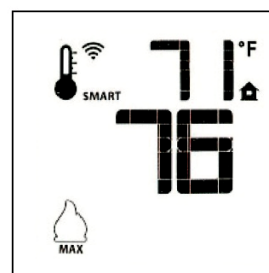

Figure 66. Mode «Smart»
- Pour activer cette fonction, appuyez sur la touche «Thermostat» jusqu'à ce que le mot «SMART» apparaisse à la droite de l'icône du thermomètre. Fig. 66.